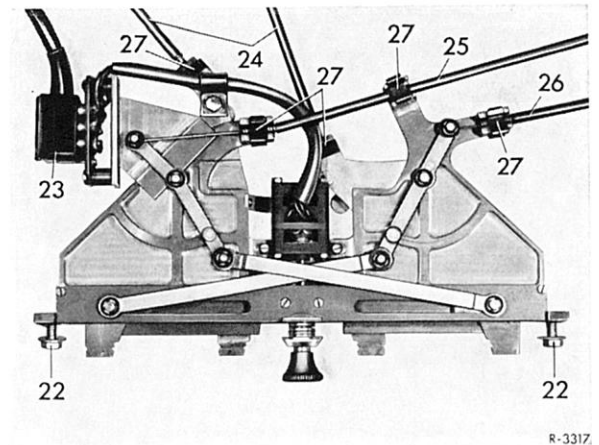

Bild 83-1/8
- 2 Beide Schrauben (22) herausdrehen (Bild 83-1/8).
- 3 Stecker (23) abziehen.
- 4 Bowdenzüge am Bedienhebelwerk lösen und Halteklammern (27) entfernen.
- 3 Beide Muttern (4) für die linke Entfrosterdüse entfernen (Bild 83-1/1) und Düse zwis-